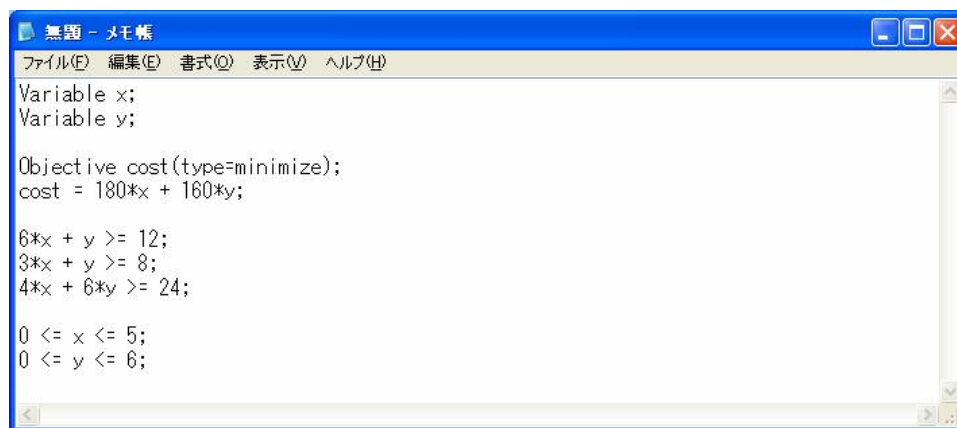
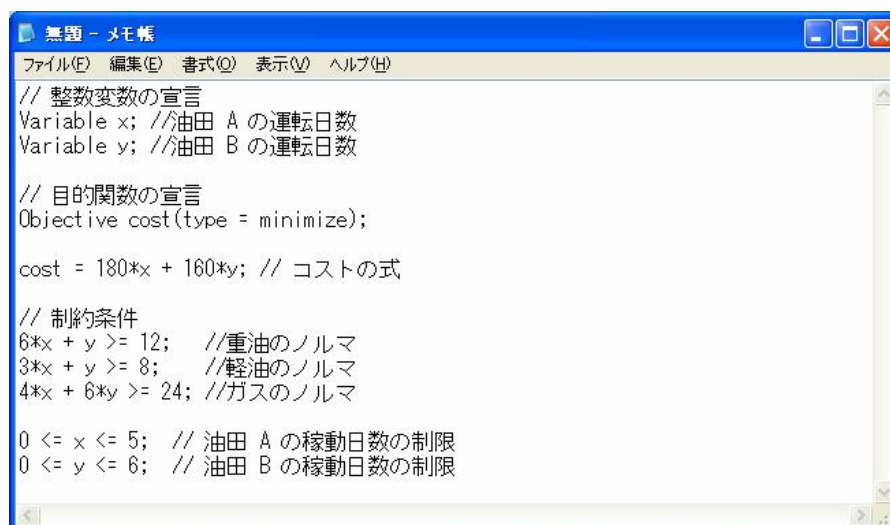

図 1 モデルファイル(定式のみ)
図 2 モデルファイル(コメントつき)
いよいよパソコンを使用します。SIMPLE を用いて 2.2 で定式化した数理計画問題をモデル化してみましょう。モデルファイルを作成する場所を今回は C ドライブの直下の NUOPT_practice とします。事前にこのフォルダを作成しておいて下さい。またモデルファイルはどんなエディタでも作成することができます。今回は最も汎用的なエディタ、メモ帳を用います。メモ帳を起動して、以下の図 1 のように記述して下さい。
これが SIMPLE で作成したモデルファイルです。ここで細かい箇所について理解する必要はありませんが、かなり数式に近い表現で記述できることが分かります。またモデル中で “//” を用いて、以下の図 2 のようにコメントを書くこともできます。コメントを書きおくと、各式の意味が明確になり、分かりやすくなります。
- (3) 式の途中に半角スペースは自由に入れてよい．例えば図 2 の「 $6*x+y \geq 12$ 」の箇所は以下の記述と等価である．
ではこの状態(図 1, 図 2 どちらの状態でも結構です)でこのモデルファイルに名前を付けて保存しましょう．モデルファイル名は拡張子を必ず「.smp」とします．今回は「oil.smp」と名前を付けて，作成済みのフォルダ C:\NUOPT_practice に保存しましょう．以下のように名前を付けて保存します．